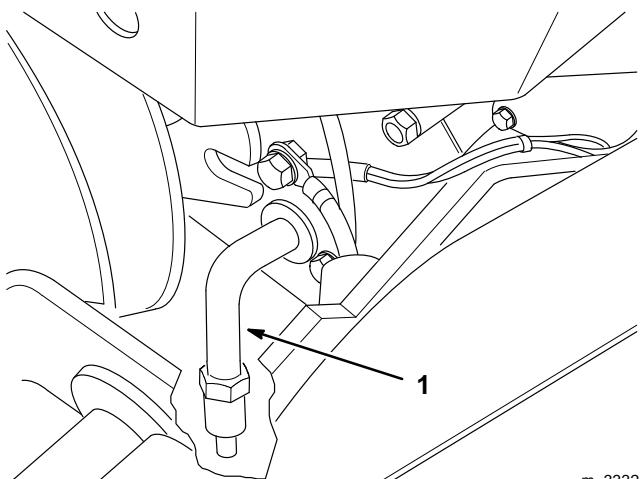

Abbildung 31
4. Eine Schale unter den Ölableiter stellen. Den Ölableiter öffnen, indem er um 1/8 Umdrehung im Gegenuhrzeigersinn gedreht und gleichzeitig herausgezogen wird (Abb. 31).